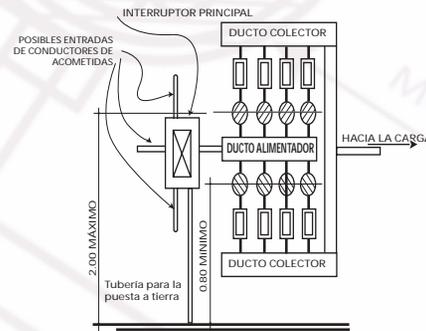

Figura No. 3. Altura de colocación de los medidores en un ducto o panel.
• Cuando se instale más de un ducto o panel de medidores, la altura mínima sobre el suelo de los medidores colocados en la parte inferior debe ser de 0,80 m. y la altura máxima de los medidores colocados en la parte superior debe ser de 2,00 m. (Ver Figura No. 3)